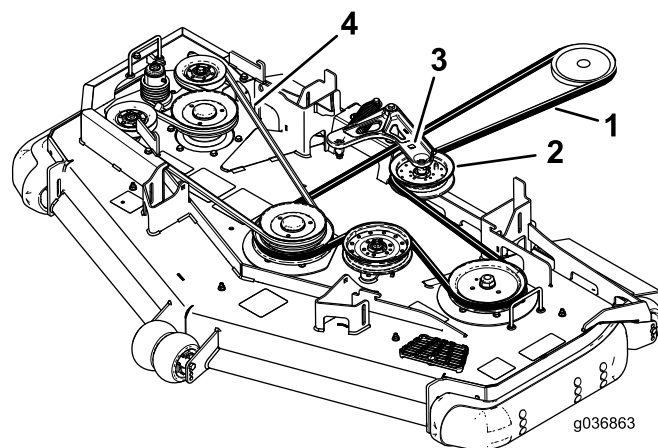

Figura 98
6. Utilice una llave de carraca en el taladro cuadrado del brazo tensor para aliviar la tensión del muelle tensor (Figura 98).
8. Pase la correa nueva alrededor de las poleas del cortacésped y de la polea del embrague, debajo del motor (Figura 98).
9. Asegúrese de que la pestaña de la guía de la correa entra en contacto con el buje pivotante (Figura 98).
10. Utilizando la llave de carraca en el taladro cuadrado, instale la correa alrededor de la polea tensora tensada con muelle (Figura 98). Asiente los extremos del muelle en las ranuras de anclaje.